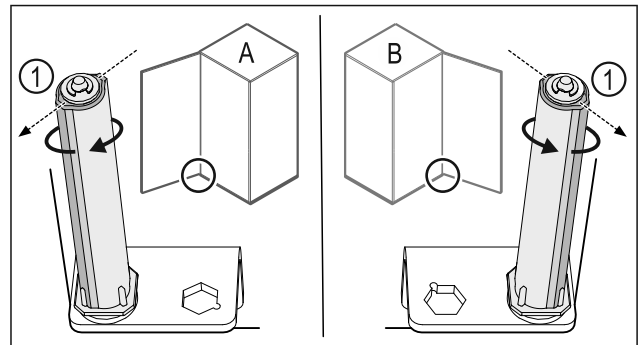

Fig. 35 Kreisais atbalsts (A) / labais atbalsts (B)
- ▶ Grieziet slēgšanas sistēmu pret pretestību, līdz slēgšanas sistēmas balstiņš Fig. 35 (1) ir vērsts uz augšu.